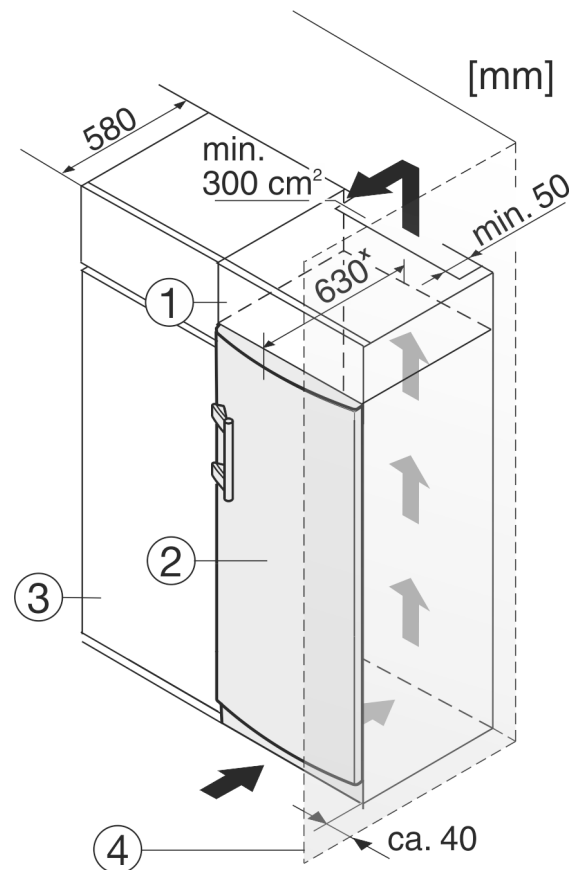

Fig. 10
Устройство может быть окружено кухонными шкафами. Чтобы уравнивать устройство Fig. 10 (2) по высоте с кухонной стенкой, можно установить над устройством дополнительный шкафчик Fig. 10 (1).
При комбинировании с кухонными шкафами (глубина макс. 580 мм) устройство можно установить непосредственно рядом с кухонным шкафом Fig. 10 (3). Устройство выступает сбоку на 34 мм \* и по центру на 50 мм \* относительно передней стенки кухонного шкафа.
Если устройство установлено на шарнирах у стены *Fig. 10 (4)*, то расстояние между устройством и стеной должно быть не менее 40 мм. Настолько выступает ручка при открытой дверице.